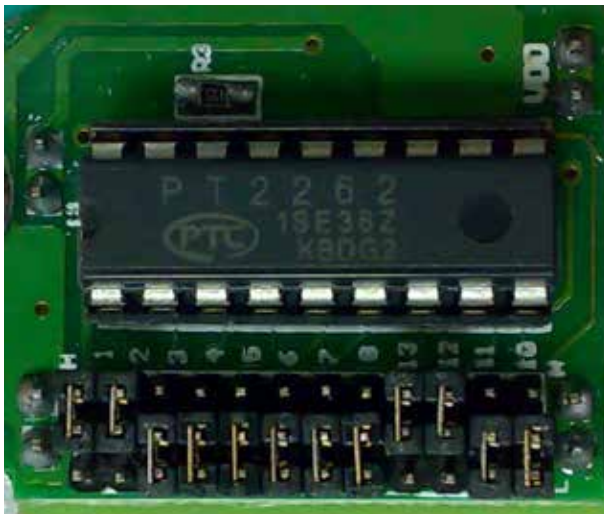

Рис.9 DIP-переключатели датчика ИК-излучения
1. Удерживая обе крышки (черные) на датчике ИК-излучения потяните в разных направлениях чтобы получить доступ к DIP-переключателям (см. рис.9).